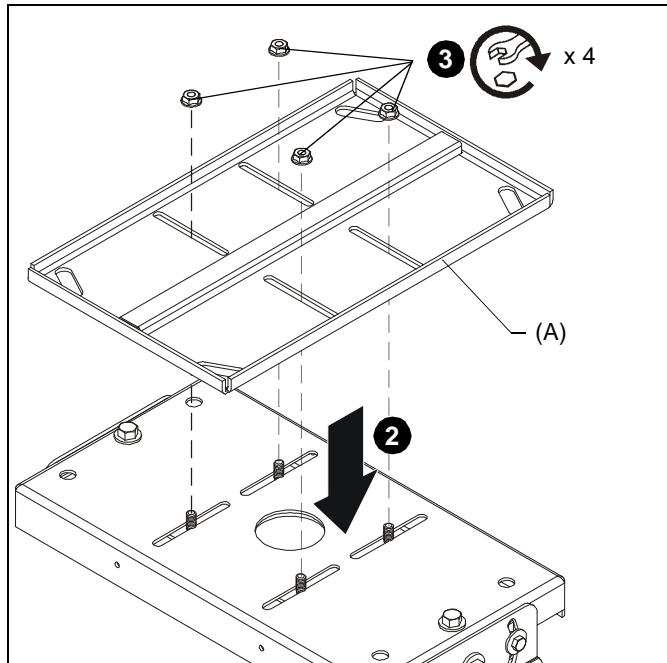

Abb. 2
3. Platzieren Sie die LPK1-Halterung (A) mit der offenen Seite nach oben auf der VCM, wobei Sie die VCM-Stifte durch die LPK1-Schlüsse schieben. (Siehe Abb. 2)
4. Fixieren Sie das LPK1 (A) mit den in Schritt 1 entfernten vier Muttern. (Siehe Abb. 2)